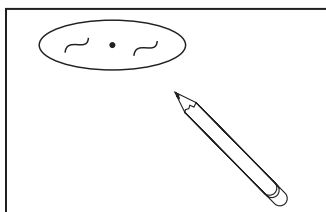

Figura 2
**Paso 2.** Ubique el centro de la abertura planteada en el techo y use una plantilla para marcar y cortar precisamente un agujero de 4-3/8" (Figura 2).